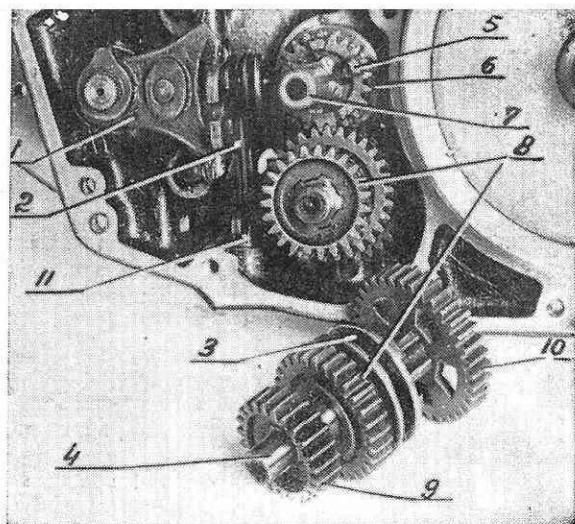

Рис. 14.
том сектора переключения (2) рис. 14, на котором сидит кулачок
Поворот сектора переключения (2) производится педалью (6) рис. 1, закрепленной на валике переключения (24) рис. 5, и собачкой (43) рис. 5 (1 рис. 14), связанной с валиком переключения внутри коробки.
В эти выемки заходит шарик фиксатора (11) рис. 14, предохраняющая каретку от самовыключения.